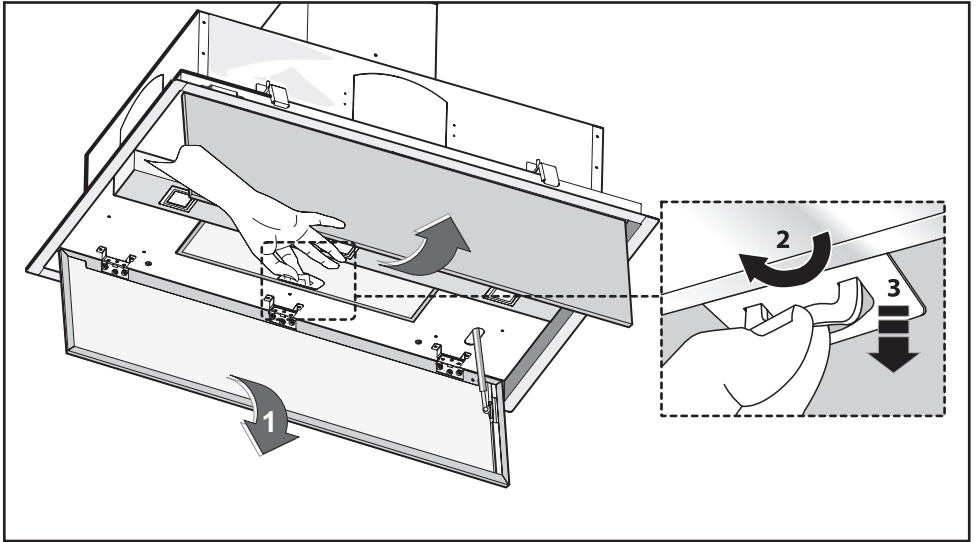

Fig.7
• La distanza minima fra la superficie di supporto dei recipienti di cottura sul dispositivo di cottura e la parte più bassa della cappa da cucina deve essere di almeno **100 cm**. Se dovesse essere usato un tubo di connessione composto di due o più parti, la parte superiore deve essere all'esterno di quella inferiore. Non collegare lo scarico della cappa ad un condotto in cui circoli aria calda o utilizzato per evacuare fumi degli apparecchi alimentati da un'energia diversa da quella elettrica. Prima di procedere alle operazioni di montaggio, per una più facile manovrabilità dell'apparecchio disinserire i filtro/i antigrasso (Fig.7).